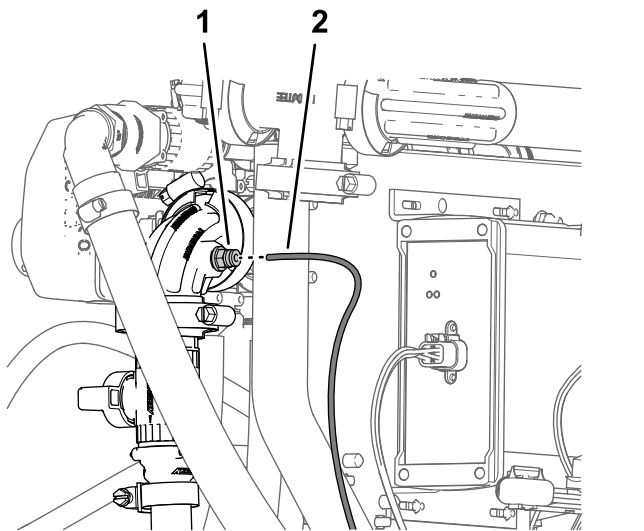

Bild 138
- Fluchten Sie das Ende des Druckmessschlauchs (Kunststoff) für das Druckmanometer im Armaturenbrett mit dem arretierenden Stellung für die Schlauchkupplung am 90°-Anschlussstück des Abstellventils für den Handsprühstab oder die elektrische Schlauchtrommel aus (Bild 138).
- Setzen Sie den Messschlauch in den arretierenden Stellung ein, bis er fest sitzt (Bild 138).